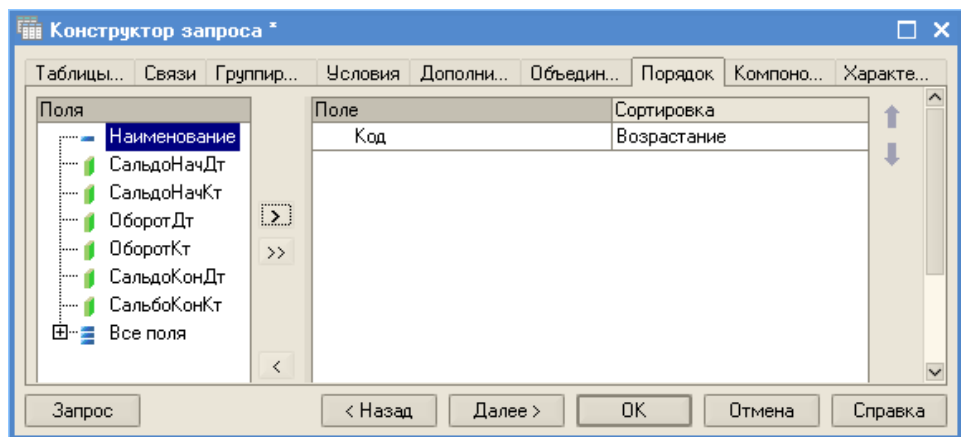

Рис. 173
- на закладке *Порядок* укажите, что результат запроса должен быть отсортирован по возрастанию поля *Код* (рис. 173);